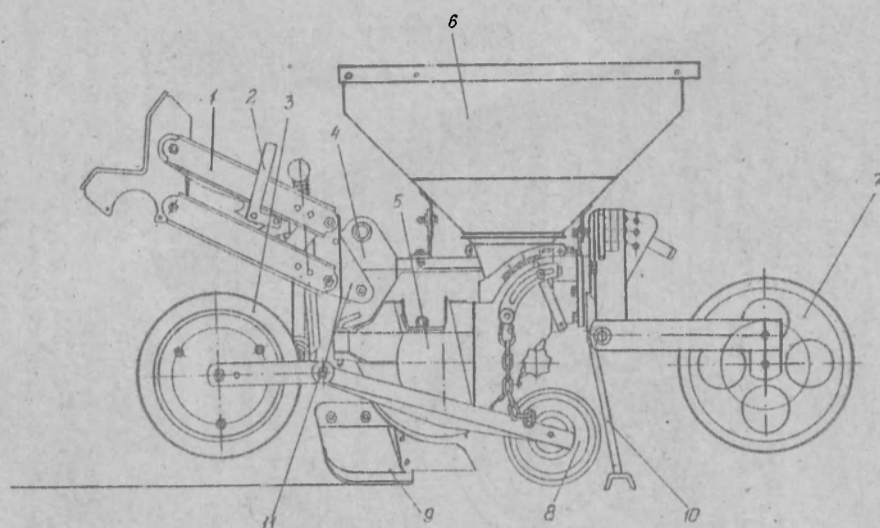

РИС. 6. ПОСОБНАЯ СЕКЦИЯ
3.4 На сеялке (при высеве свеклы с междурядьем 450 мм) устанавливается двенадцать посевных секций (рис.6). Каждая из них состоит из высевального аппарата 5 с бункером для семян 6, сошника 9, параллелограммного механизма 1, кронштейна 4, проставки (кронштейна) 11, опорного колеса 3, прикатывающего колеса 8, заделывающего колеса 7, механизма фиксации 2 и опоры 10.
Высевальный аппарат (рис.6 б) состоит из корпусов 1,11, основания 6, диска ведомого 3, высевального диска 14, сбрасывателя двойников 7, ролика 15 и указателя 13 со шкалой 12. Высевальные диски - сменные, в зависимости от посевной культуры (см.табл.1). Замена высевальных дисков производится в соответствии с п.7.17.
Опора 10 (см.рис.6) предназначена для предохранения сошников от забивания землей. При опускании на почву посевные секции устанавливаются на опоры, при движении опоры складываются.